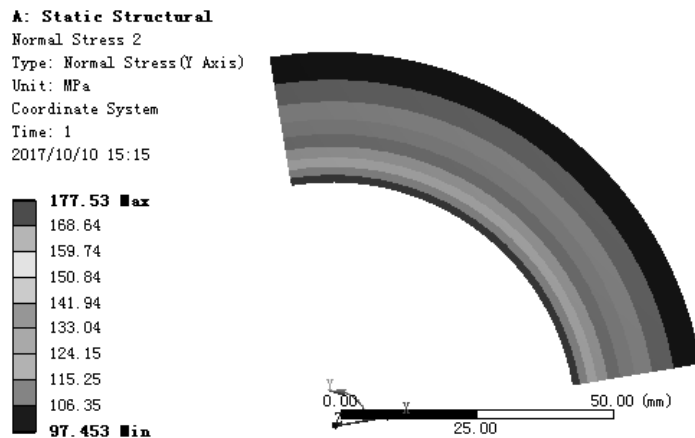

图 7.5.45 切向应力结果图解
(4) 查看切向应力结果图解。在“Outline”窗口中选中  Normal Stress 2，查看图 7.5.45 所示的切向应力结果，其最小切向应力为 97.453 MPa，其最大切向应力为 177.53MPa。